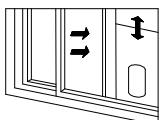

Abb. 7
(1). Öffnen Sie das Fenster zur Hälfte und montieren Sie die Fensterdichtungsplatte entweder vertikal oder horizontal am Fenster (siehe Abbildung 7 und 8).